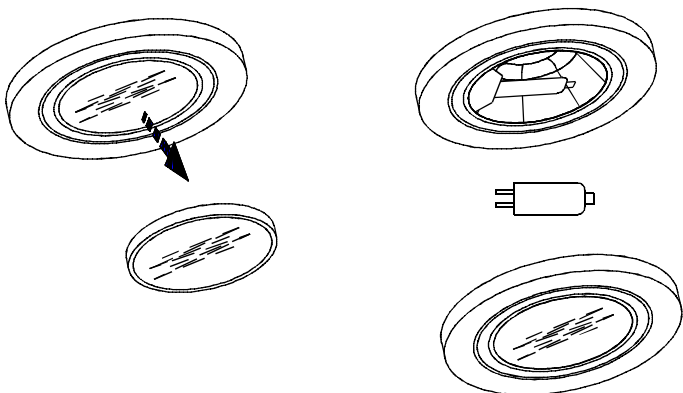

РИС. 10
8.6 Замена галогенной лампы (рис. 10).